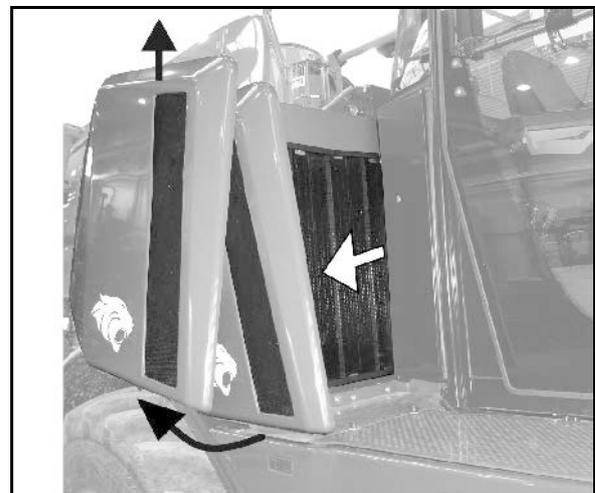

Fig. 168
1. Colocar la bandeja de recogida debajo del tornillo de cierre (Fig. 168/1).